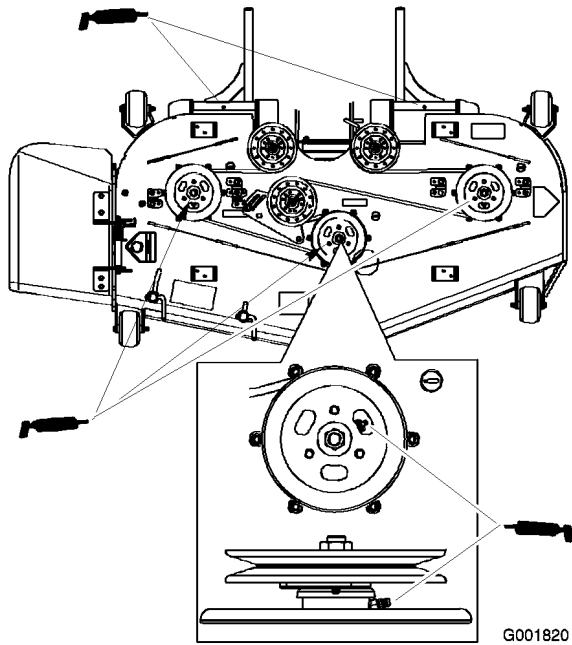

Figure 35
4. Lubrifiez les roulements des trois axes sous les poulies jusqu'à ce que la graisse sorte par les joints inférieurs (Figure 35).
5. Lubrifiez les graisseurs des bras de poussée (Figure 35).